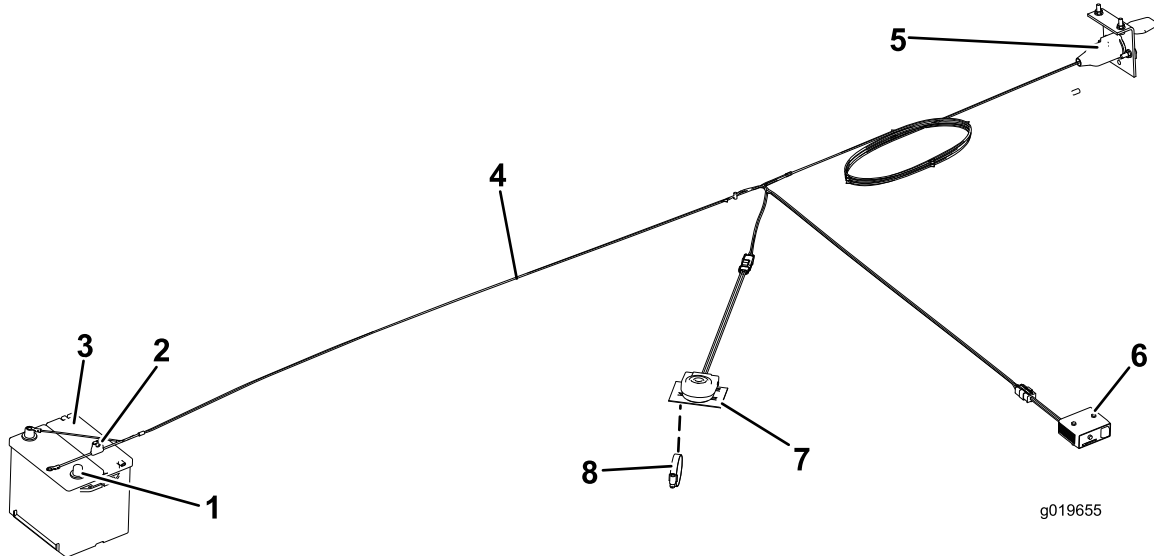

Figura 11
- Monte o controlador de carga no painel ou guarda-lamas do tractor com os (2) parafusos n.º 10 e porcas n.º 10.
- Ligue a cablagem aos componentes (Figura 11) da seguinte forma: